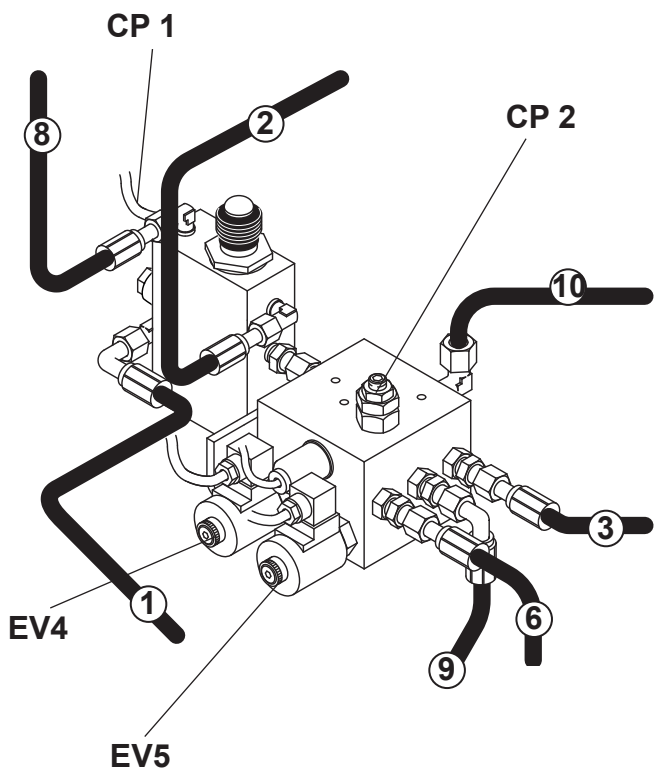

Fig. 14
- Raccorder le tuyau (8) à la vanne et au vérin (**A**).
- Raccorder les tuyaux de drainage (4 et 5) au pupitre de commande à l'aide du tuyau (7).
- Remplir le réservoir (12) avec de l'huile ESSO NUTO H32 ou avec de l'huile équivalente (Qt).
- Connecter les câbles du pupitre de commande aux électrovalves **EV4-EV5**, aux pressostats **CP1-CP2** (fig. 14).
- Conectar el tubo (8) a la válvula y al cilindro (**A**).
- Conecte los tubos de drenaje (4 y 5) a la unidad de control mediante el tubo (7).
- Llene el depósito (12) con aceite ESSO NUTO H32 o equivalente (Cant.).
- Conecte los cables situados en el panel de mando a las electroválvulas **EV4-EV5**, a los presostatos **CP1-CP2** (fig. 14).
- Collegare i tubi di drenaggio (**4 e 5**) alla centralina (**11**) mediante il tubo (7).
- Riempire il serbatoio (12) con olio ESSO NUTO H32 od equivalente (Qt.).
- Collegare i cavi elettrici presenti centralina alle elettrovalvole **EV4-EV5** e ai pressostati **CP1-CP2** (fig. 14).
- Connect the drain pipes (**4 and 5**) to the control unit (**11**) by means of pipe (7).
- Fill the tank (12) with ESSO NUTO H32 oil or equivalent (Qt.).
- Connect the cables in the control unit to the solenoid valves **EV4-EV5**, to the pressure gauges **CP1-CP2** (fig. 14).